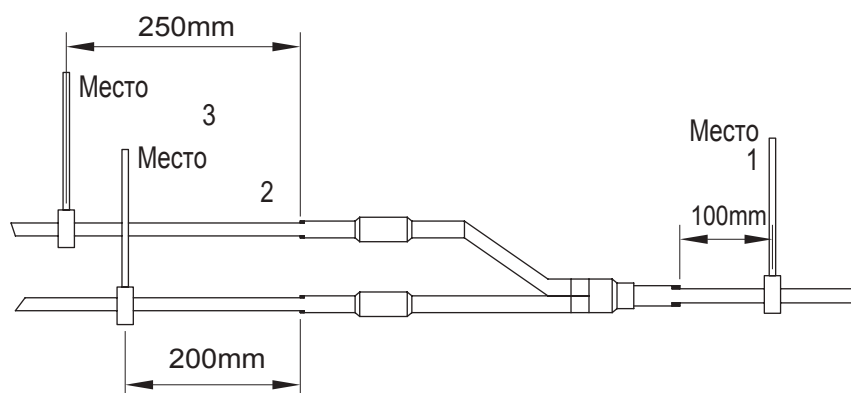

Рис. 12.6.
12.5.6. Крепление разветвителей: и при горизонтальной, и при вертикальной установке разветвители крепятся в трех точках(рис. 12.6.):